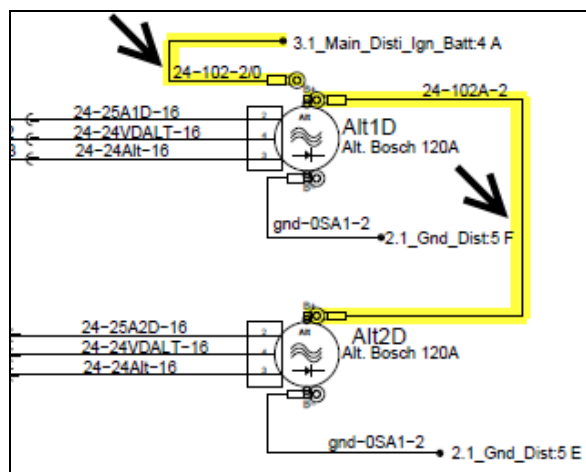

Figure 1
- sur les **bornes positives (+) des alternateurs** et de là jusqu'au bloc de jonction dans le compartiment électrique (Figure 1, Figure 2, Figure 3).